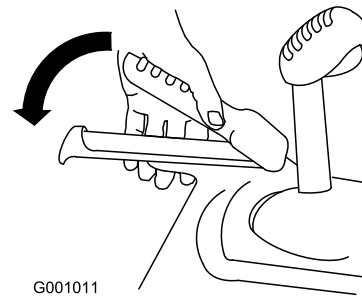

Figure 14
3. Serrez le levier gauche (de transmission) contre la poignée (Figure 14).
6. Serrez le levier gauche (de transmission) contre la poignée (Figure 14).